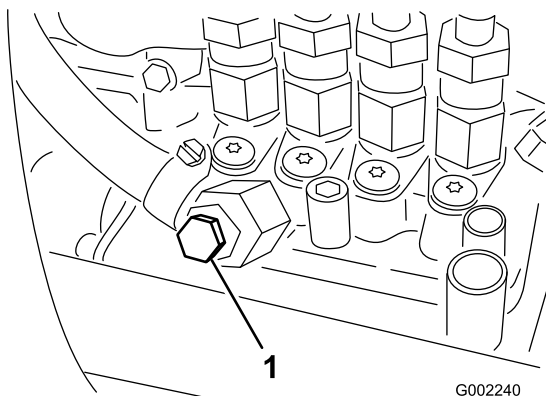

Figure 42
7. Desserrez la vis de purge sur la pompe d'injection (Figure 42).